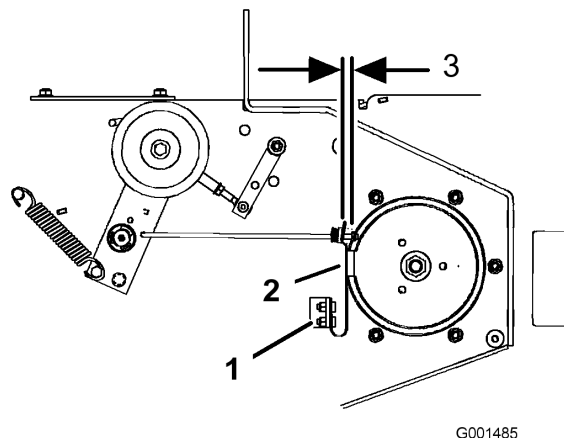

Figure 44
3. Le cas échéant, ajustez les boulons de fixation de ressort de sorte que la plaquette de frein de lame frotte contre les deux côtés de la gorge de la poulie (Figure 44).
4. Ajustez l'écrou à l'extrémité de la tige de frein jusqu'à ce que l'écrou et l'entretoise soient espacés de 3 à 5 mm (1/8 à 3/16") (Figure 44).